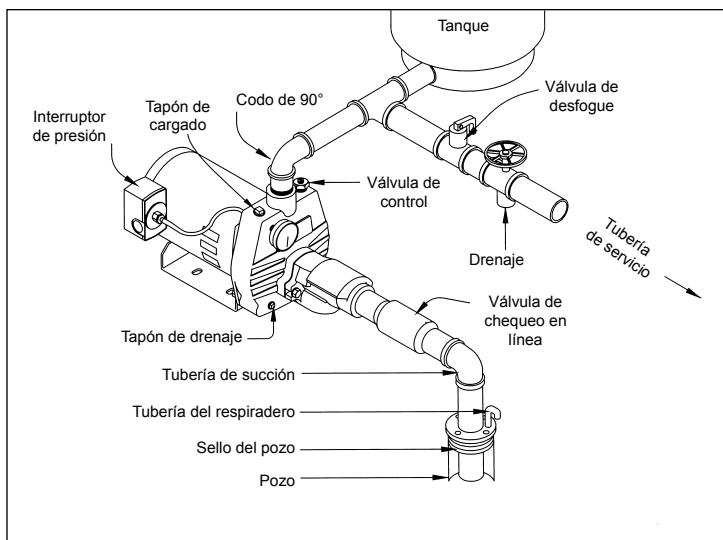

FIG. 3B - POZO POCO PROFUNDO (CON VÁLVULA DE CHEQUEO EN LÍNEA)
- b) **Tuberías de Presión y Succión:** Se recomienda usar únicamente tuberías nuevas y limpias de 1-1/4". Si la bomba se instala a una distancia apreciable del suministro de agua, el tamaño de la tubería de succión debe incrementarse a 1-1/2". Los tramos horizontales de la tubería deben tener una pendiente gradual de la fuente de agua a la bomba para evitar burbujas de aire en la línea. Se debe usar compuestos para roscas en todas las uniones de la tubería, y las conexiones deben estar bien ajustadas. **Se debe instalar una válvula de pie** y su operación debe inspeccionarse debido a que las fugas evitan la operación apropiada del sistema. Asegúrese de ubicar la válvula de pie de tal manera que siempre esté sumergida. Si el pozo no puede proveer la misma cantidad de agua que la bomba succiona, instale una tubería de escape hasta 30 pies de largo entre el inyector y la válvula de pie. Al vaciarse el pozo debido a la fuerte demanda, la capacidad de la bomba disminuirá y el nivel del agua no caerá por debajo de la válvula de pie haciendo perder la carga de la bomba. Si se usa una base al fondo del pozo, o un pozo guiado, instale una válvula de chequeo junto a la aspiración de la bomba en lugar de la válvula de pie. (Fig. 3b). **Todas las instalaciones deben tener una válvula de pie o de chequeo en la tubería de succión.**